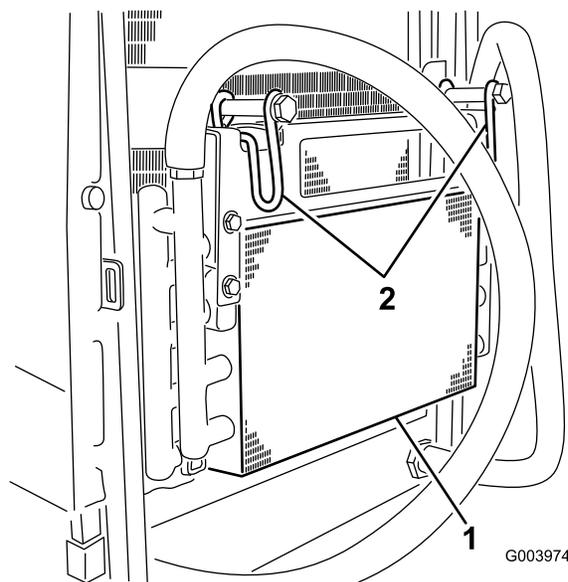

Bild 58
6. Drehen Sie den Riegel nach innen, um den Ölkühler zu lösen (Bild 58).